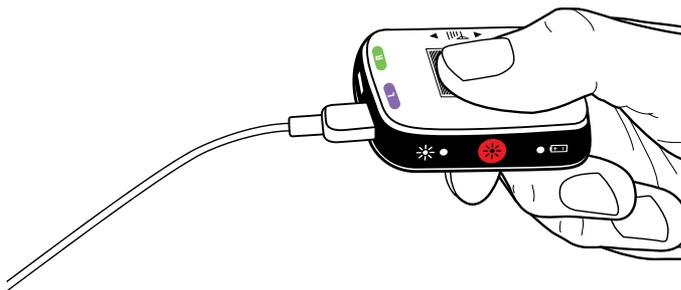

Figure 11. Connecter les câbles de salle d'opération à l'ETS 3
2. Connecter l'extrémité proximale de l'extension du câble de salle d'opération au port ETS 3 marqué « L » tout en maintenant l'extrémité distale du câble du bloc opératoire dans le champ stérile (Figure 11).